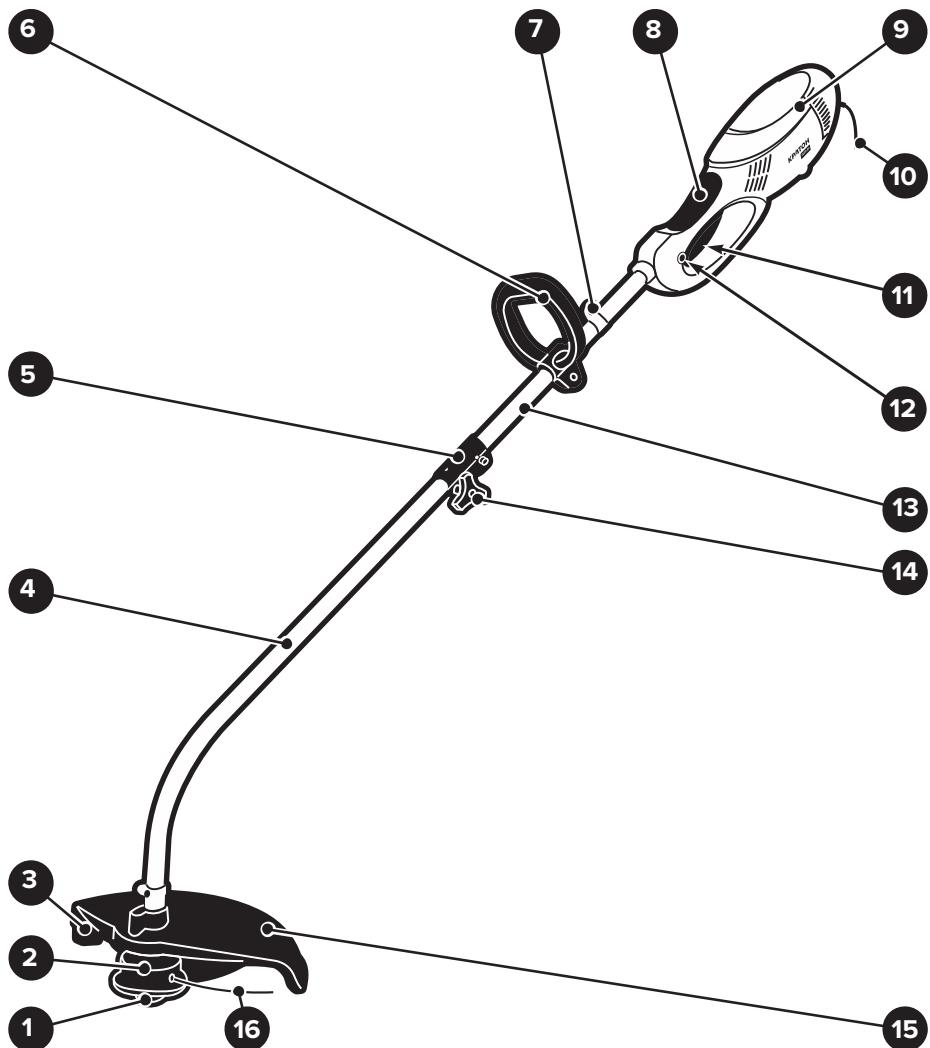

Рисунок 2 — Общий вид триммера
- Удерживая триммер над травянистым газоном за основную рукоятку 8 и дополнительную рукоятку 6, нажмите одновременно на выключатель 11 и блокировочную кнопку 12 (см. рис. 2). Электродвигатель триммера включится, и режущая головка 2 с режущим кордом 16 начнет вращаться с большой частотой.
- Вставьте нижнюю штангу 4 (см. рис. 2 и схему сборки) в муфту 5 верхней штанги 13. При этом слегка вращайте нижнюю штангу 4, это необходимо для совмещения и соединения между собой присоединительных муфт приводных валов. При этом также совместите подпружиненный металлический шарик на нижней штанге 4 с отверстием в муфте 5.
- Установите и закрепите с помощью крепежных изделий, защитный кожух 15 на нижней штанге 4 (см. рис. 2 и схему сборки).
- Закрепите отрезной нож 3 на защитном кожухе 15 (см. рис. 2 и схему сборки).
- Закрепите режущую головку 2 на шпинделе нижней штанги 4 (см. рис. 2 и схему сборки).
- Ослабьте винт крепления дополнительной рукоятки 6 на верхней штанге 13 (см. рис. 2 и схему сборки).
- Отрегулируйте положение проушины 7 относительно верхней штанги 13. Закрепите карабин наплечного ремня на проушине 7 (см. рис. 2). Отрегулируйте длину наплечного ремня, так чтобы было удобно продеть его через голову на плечо, и удерживать триммер за дополнительную рукоятку 6.
- Розетка удлинительного электрического кабеля, к которому подсоединяется вилка кабеля электропитания 10 триммера (см. рис. 2), должна быть защищена от попадания на нее брызг воды. Розетка удлинительного электрического кабеля должна быть выполнена из резины или оснащена резиновым покрытием.